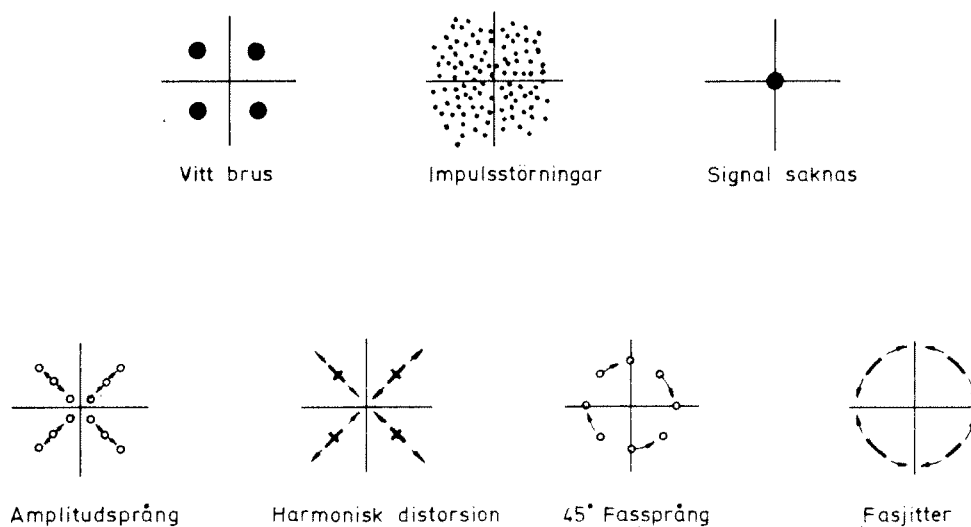

Bild 50. Störningar på förbindelsefunktionen
7.6.2 Lokaliseras felet till själva förbindelsen kan felorsaken vara störningar. Exempel på hur olika störningar framträder på oscilloskopet visas på bild 50.